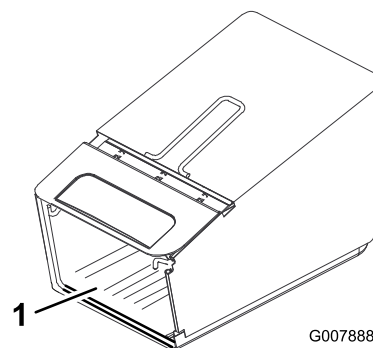

Figure 7
2. Placez bien les côtés de la base du bac à l'intérieur du cadre, comme illustré à la Figure 7.